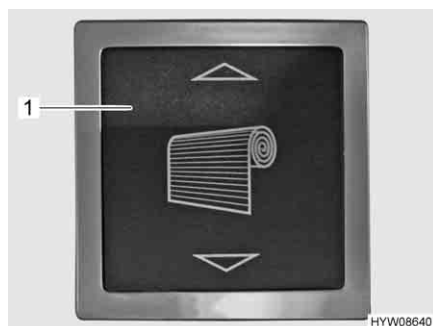
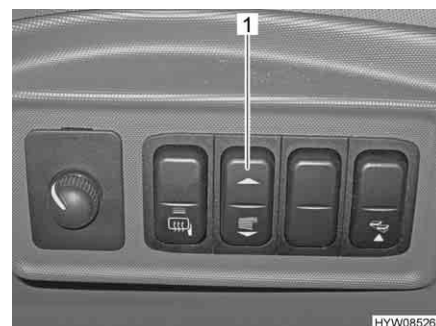
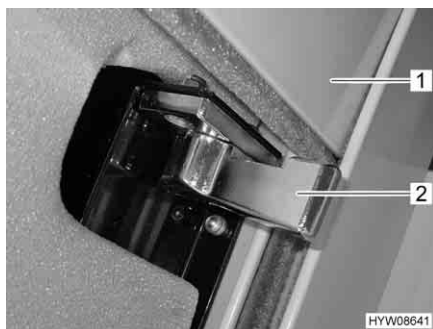

Fig. 14 Pulsante basculante per oscurante a rullo (vano abitabile)
Fig. 15 Pulsante basculante per oscurante a rullo (cruscotto)
Fig. 16 Chiusura di sicurezza oscurante a rullo
- Premere e tenere premuto il pulsante basculante (Fig. 14,1 o Fig. 15,1) finché l'oscurante a rullo (Fig. 16,1) ha raggiunto la posizione più alta.
- Sui entrambi i lati, ruotare spingendo indietro (Fig. 16) la chiusura di sicurezza (Fig. 16,2).